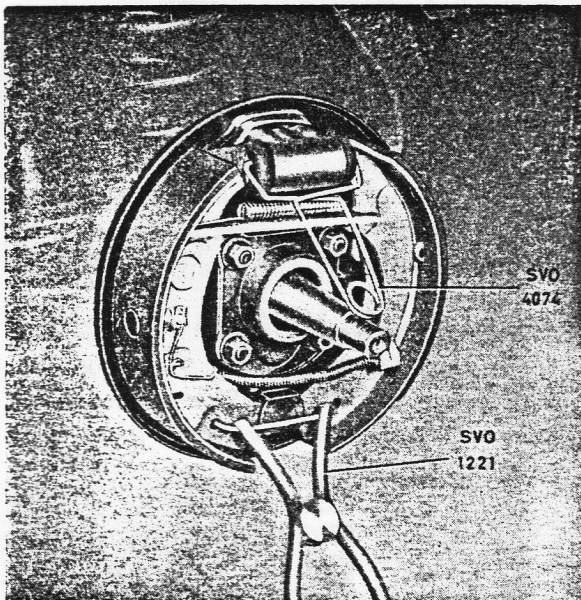

Bild 7-17. Untere Feder entfernen
3. Klammer SVO 4074 an Radbremszylinder klemmen, damit die Kolben nicht herausgepresst werden können. Untere Feder mit Zange SVO 1221 entfernen, siehe Bild 7-17.